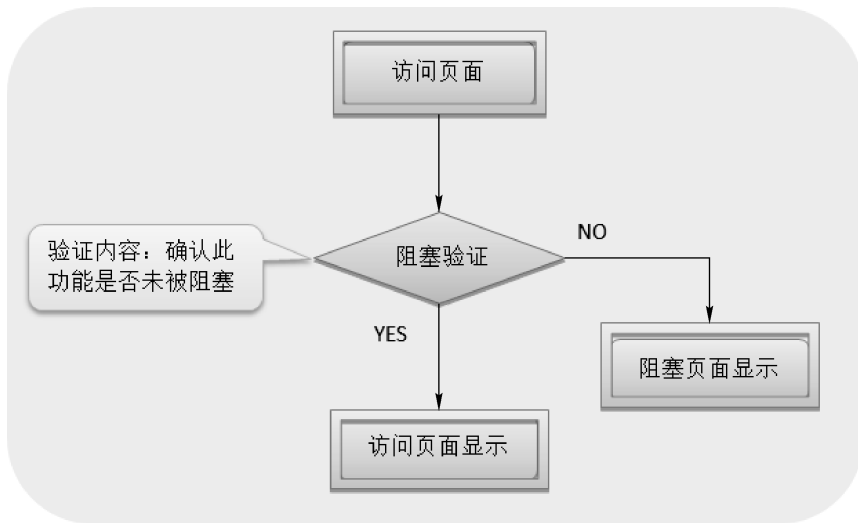

图 8-10 阻塞架构
**阻塞架构**是系统运行中对部分用户或者部分功能进行随时停止访问的架构设计。阻塞设计时需要考虑联机阻塞与批处理阻塞。如果没有实施阻塞，那么对可疑用户或者部分功能安全的实时限制就比较麻烦，系统的控制品质与安全就会出现隐患，如图 8-10 所示。